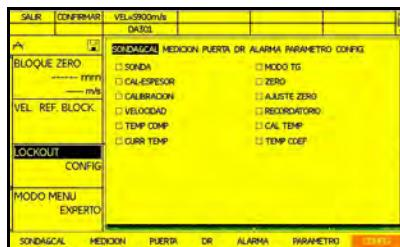

Figura 16: Ventana Opción lockout
2. Utilice el joystick (  ) para seleccionar **LOCKOUT**, y a continuación introducir la función. Se abrirá el menú de funciones (un duplicado del Menú principal, tal como se muestra en la *Figura 16* siguiente).